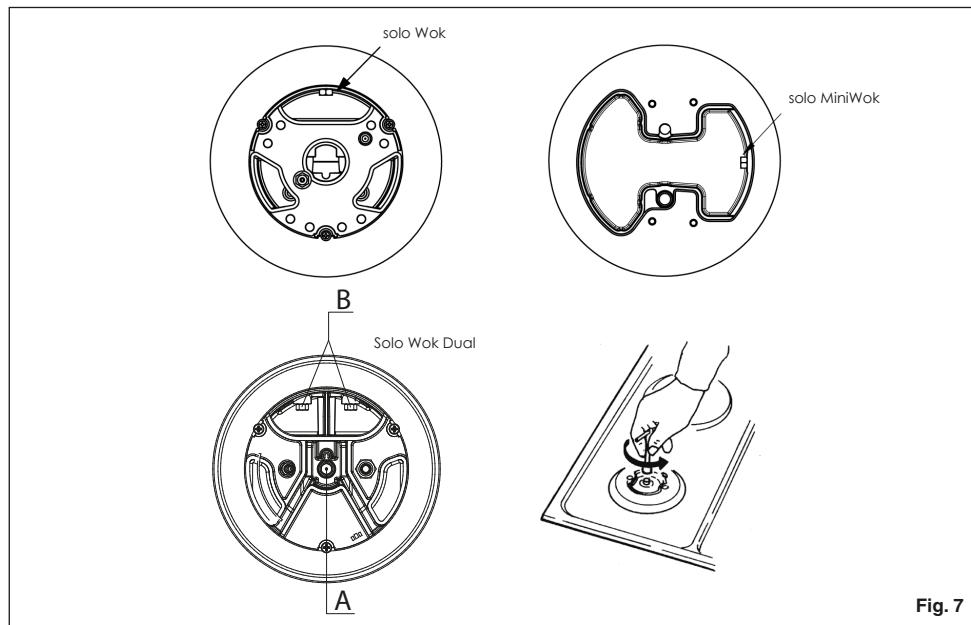

Fig. 7
Adattamento a diverso tipo di gas (Fig. 7)
- alla sostituzione dell'iniettore (Fig. 7) con i corrispondenti al tipo di gas da utilizzate (vedi tabella "Caratteristiche utilizzatori");